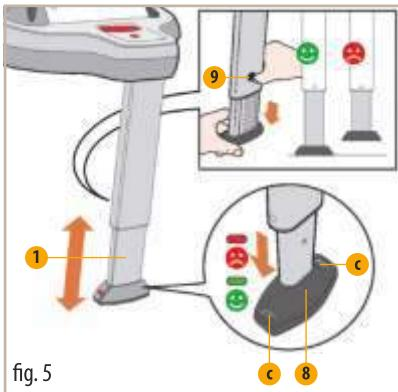

fig. 5
Нажмите кнопку регулировки (9): извлеките опорную стойку (1), пока она не коснется пола автомобиля. Индикатор опоры (С) на ножке (8) станет ЗЕЛЕНЫМ (рис. 5).
**ПРЕДУПРЕЖДЕНИЕ!** Опорная стойка (1) всегда должна находиться в непосредственном контакте с полом автомобиля. Между полом автомобиля и основанием (8) ноги не должно быть никаких предметов или пространств. При наличии отсеков для хранения на платформе автомобиля необходимо обратиться к производителю автомобиля.